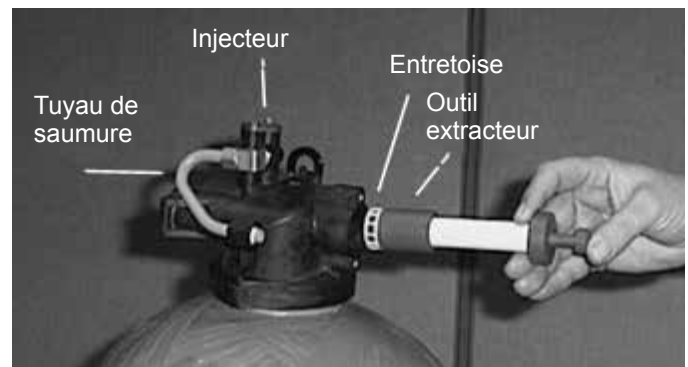

Figure 8
8. Insérez l'extrémité de la broche de l'outil d'entretoise dans le corps de la vanne avec les broches rétractées (bouton tiré). Poussez l'outil tout contre l'entretoise et enfoncez le bouton (voir la Figure 8). Une fois le bouton enfoncé, les broches sont déployées pour enclencher les trous de 1/4 po de l'entretoise. Retirez l'outil du corps de la vanne. L'entretoise se trouvera son extrémité. Tirez de nouveau sur le bouton pour rétracter les broches et retirer l'entretoise de l'outil.
12. Pour regarnir un corps de vanne, prenez d'abord la bague d'extrémité (la bague en plastique ou en laiton sans trous), puis avec le pouce, appuyez le bouton sur l'extrémité du manchon en laiton. La partie interne de grand diamètre est maintenant exposée (voir la Figure 8). Placez la bague d'extrémité sur cet axe avec la lèvre de la bague face à l'outil. Poussez l'outil dans l'alésage du corps de la vanne jusqu'à ce qu'il ressorte. Lorsque l'outil est dans le corps de la vanne, prenez un joint et pressez-le dans le diamètre interne de l'extrémité femelle en laiton exposée.